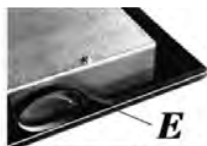

Рис.11
- Переверните варочную поверхность и правильно расположите прокладку «Е» (рис. 11) под краями варочной поверхности так, чтобы наружная сторона прокладки точно совпала с наружным краем варочной поверхности. Края полосок должны совпадать, не выступая друг над другом.